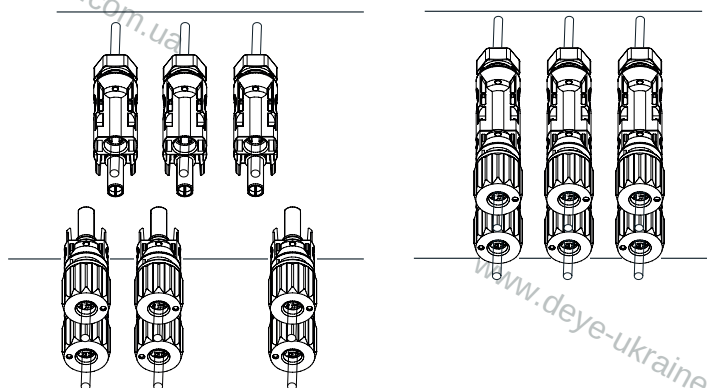

Рис. 5.6 Підключення входу постійного струму
d) Нарешті, вставте фотоелектричні роз'єми у позитивний та негативний фотоелектричні входи інвертора, як показано на рис. 5.6.